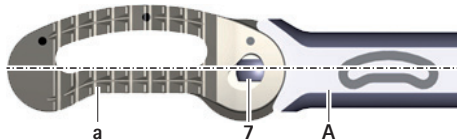

Fig. 8 Implant en position 0°
- Maintenir l'implant d'essai **D** en position 0° sur l'instrument d'insertion **A**, voir Fig. 8.
- Maintenir l'implant en position 0°, voir Fig. 8.